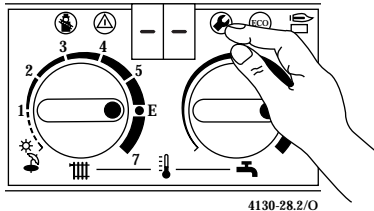

Fig : 49
- Premere il pulsante di servizio fino a quando sul display appare il simbolo "--" (fig.49).